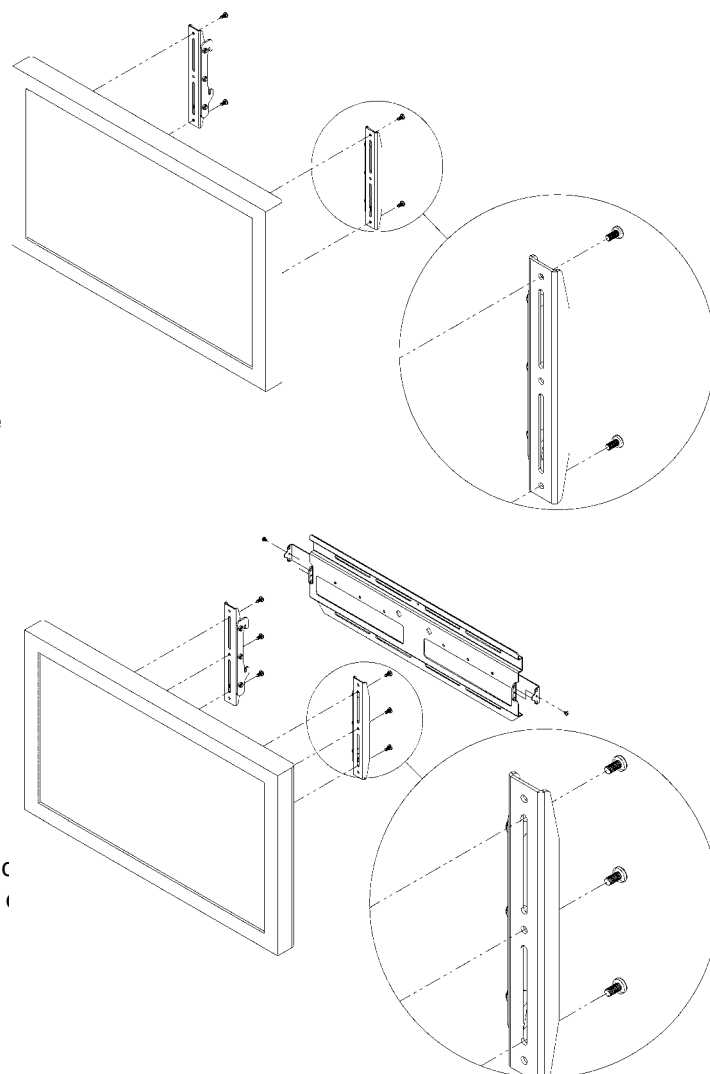

Figura 2. Instale os suportes no monitor
1. Coloque os suportes de interface (20 e 30) na parte de trás do monitor, alinhando os furos com os encaixes da base. Consulte a figura 2.
2. Prenda os conjuntos de suporte de interface esquerdo e direito (20 e 30) no monitor, usando os parafusos (40).